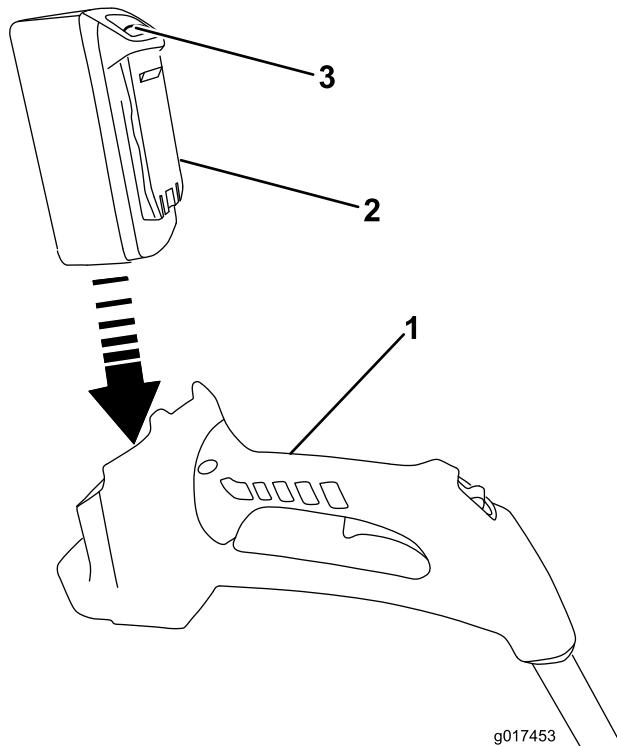

Figura 10
1. Alinee la lengüeta de la batería con el hueco correspondiente de la carcasa de la empuñadura (Figura 10).
2. Sujete la empuñadura con gatillo (Figura 10).